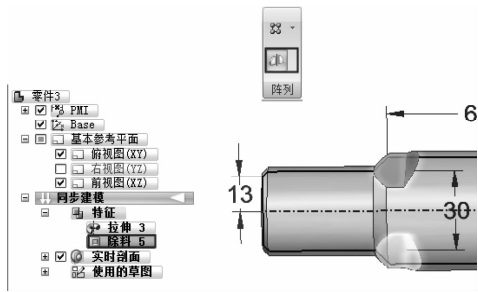

图 7-34 镜像功能
- (2) 选中特征【除料 5】，然后单击【主页】菜单下的【阵列】功能区中的【镜像】按钮，选择【前视图】为镜像面，完成除料的镜像，如图 7-34 所示。